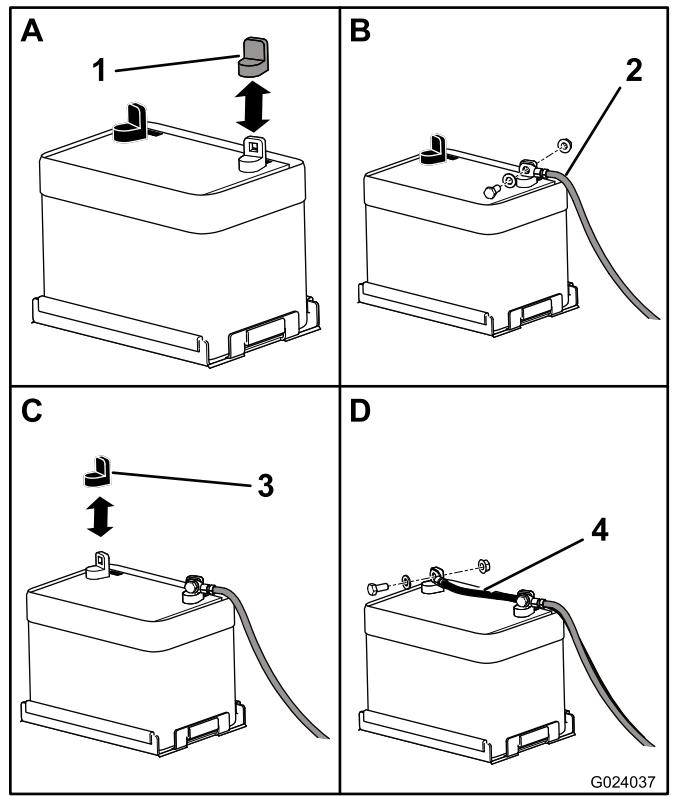

Figura 3
1. Retire la cubierta de plástico rojo del borne positivo de la batería (Figura 3).